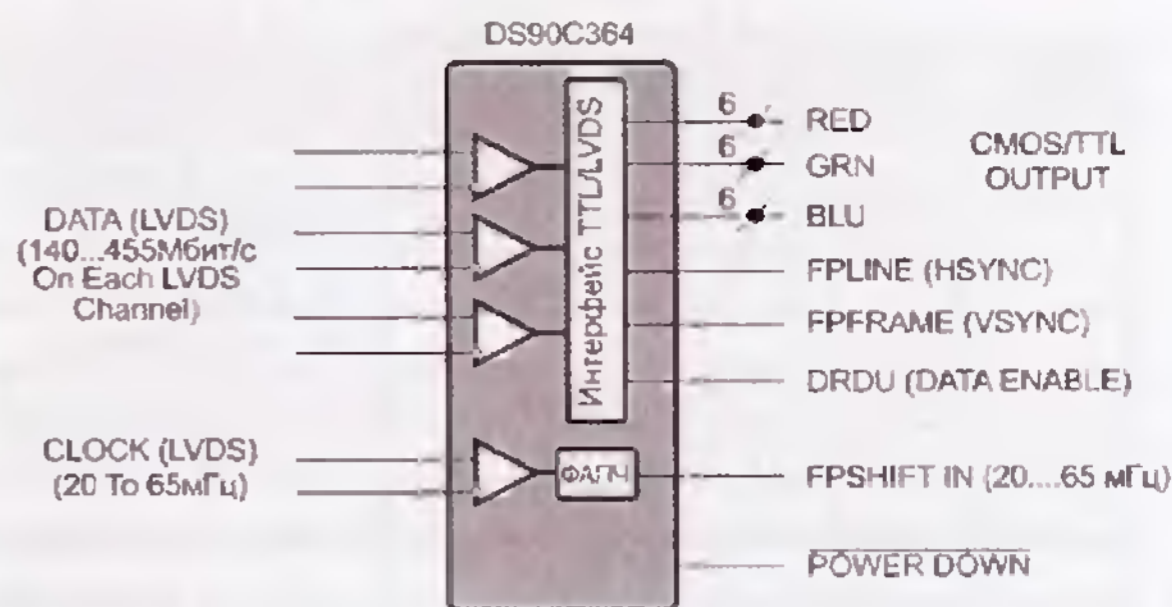

Рис. 8
- DS90CF364 (рис. 8) конвертирует сигналы LVDS в 21-битные сигналы, совместимые с уровнями CMOS/TTL: